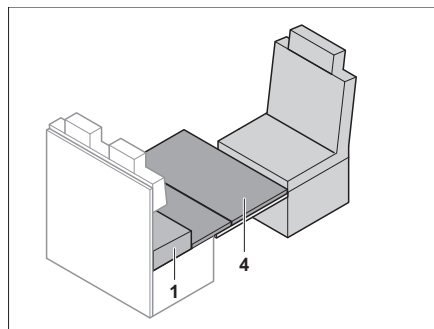

Fig. 145 Applicare la base del letto extra
- Collocare la base del letto extra (Fig. 145,4) sul tavolo. Appoggiare lo spigolo anteriore della base del letto extra direttamente al sedile del conducente.